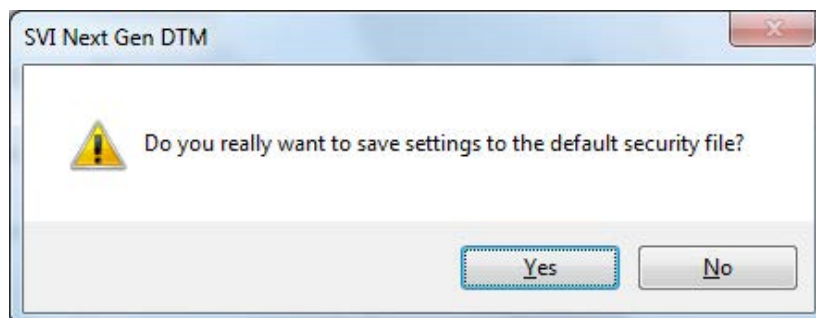

Рисунок 123 Сохранение настроек безопасности и подтверждение файла по умолчанию
1. Нажмите и появится диалоговое окно подтверждения (Рисунок 123).